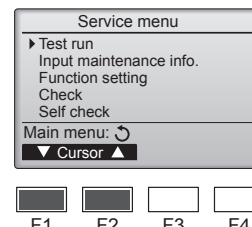

Fig. 7-1
- 1 Ընտրեք «Test run» (Փորձնական գործարկում) ռեժիմը Սպասարկման մենյուում և սեղմեք [ԸՆՏԲԵԼ] կոճակը: (Fig. 7-1)